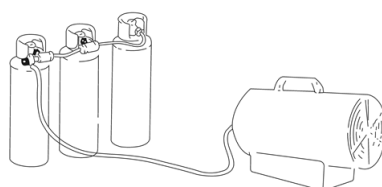

Figura 2
- Por cada kilovatio (KW) de potencia del calentador, debe haber un área de ventilación permanente de 25 cm³. Esta ventilación debe distribuirse uniformemente entre el suelo y el techo, con una salida total mínima de 250 cm³ para garantizar un funcionamiento seguro y evitar la acumulación de gas.
- Si el calentador funciona a máxima capacidad durante períodos prolongados, puede formarse hielo en la bombona de gas debido a la extracción excesiva de vapor. Sin embargo, nunca debe calentarse la bombona para solucionar este problema. Para evitar o reducir este efecto, se debe utilizar una bombona más grande o dos bombonas conectadas (véase la Figura 2).